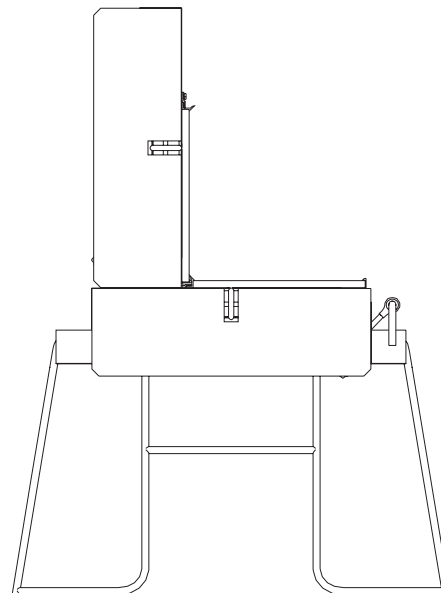

Fig. A1.10
2. Mettere la presa per gru sul telaio e fissare con viti SW 30. (Fig. A1.10 + A1.10a)